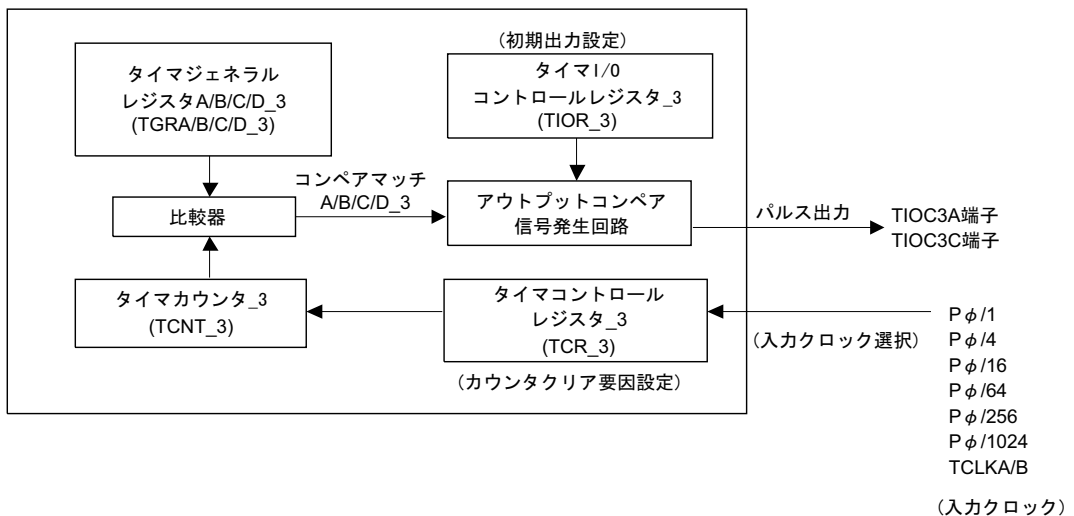

図 2.8 MTU/ch1、2、3 ブロック図
- (a) 図2.8に本タスク例で使用するMTUのブロック図を示します。